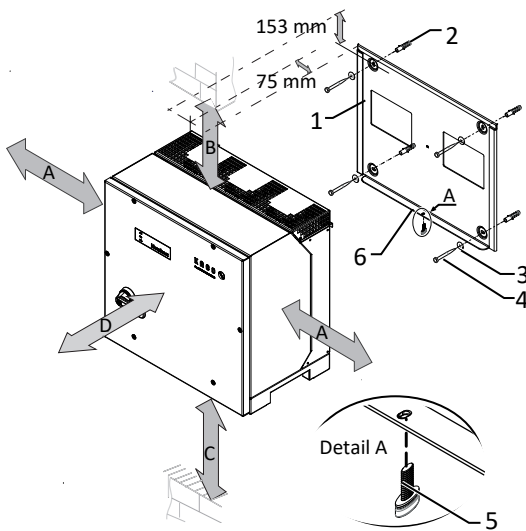

Abb. 11: Mindestabstände für Wandmontage
3. Beiliegende Schraube an der Lasche der Halterung einsetzen und Gerät zur Sicherung gegen Ausheben befestigen [✗ T30 /  2 Nm ] ( [Siehe Abbildung 11 [▶ Seite 18]]).